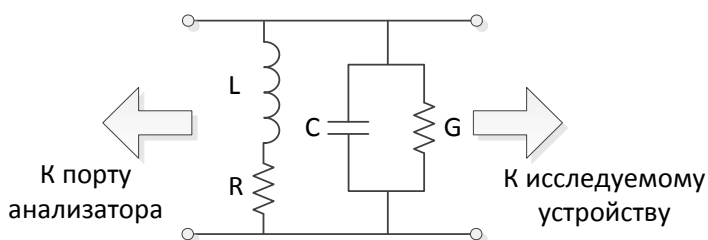

Рисунок 6.22 Предустановленная цепь согласования
- предустановленную схему параллельного соединения индуктивности и емкости (рисунок 6.22), параметры которых необходимо указать в программе;
- **Парал L – парал C** – цепь согласования представляет собой параллельное соединение индуктивности и емкости (рисунок 6.22);